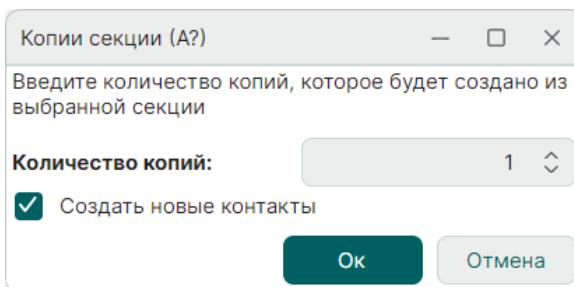

Рис. 201 Создание копий секции
2. В окне «Копии секции» укажите количество копий секции, которое необходимо создать, см. Рис. 201.